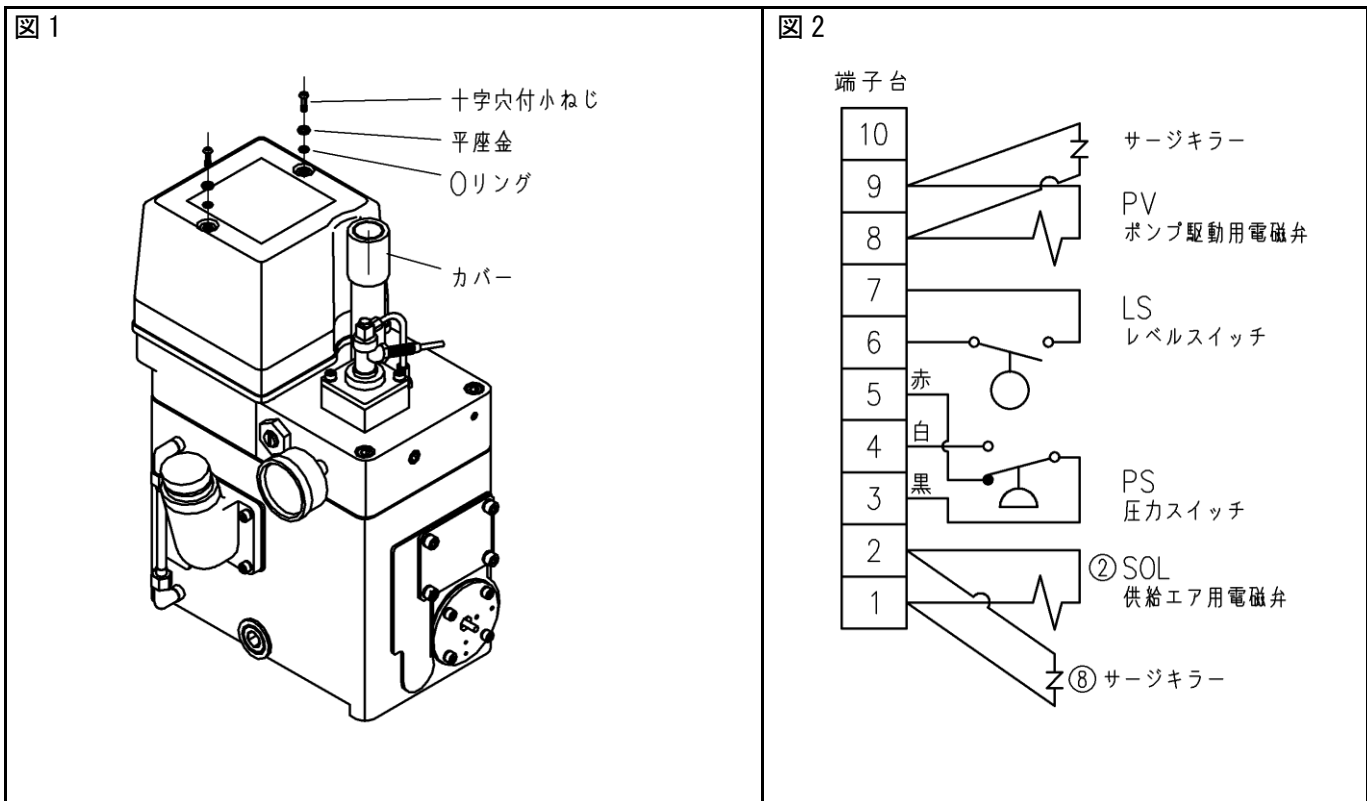

図 3
3. 端子台取付ブラケット 2 個を固定している十字穴付小ねじ 4 本をゆるめて取り外します。(図 3)
5. 4 本の十字穴付小ねじを締め付けて端子台取付ブラケットを固定します。(図 3)